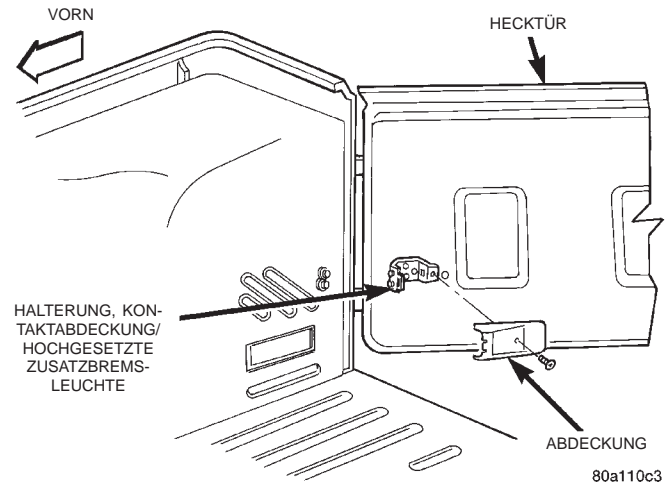

Abb. 81 Kontaktabdeckung der hochgesetzten Zusatzbremsleuchte
- (1) Ersatzrad abbauen.
(2) Hecktür öffnen und die Kontaktabdeckung der hochgesetzten Zusatzbremsleuchte abbauen (Abb. 81).
(3) Die Steckverbinder der hochgesetzten Zusatzbremsleuchte abklemmen.
(4) Befestigungsschrauben lösen, mit denen das Hecktürscharnier an der Hecktüre befestigt ist.
(5) Hecktüre vom Fahrzeug abbauen.